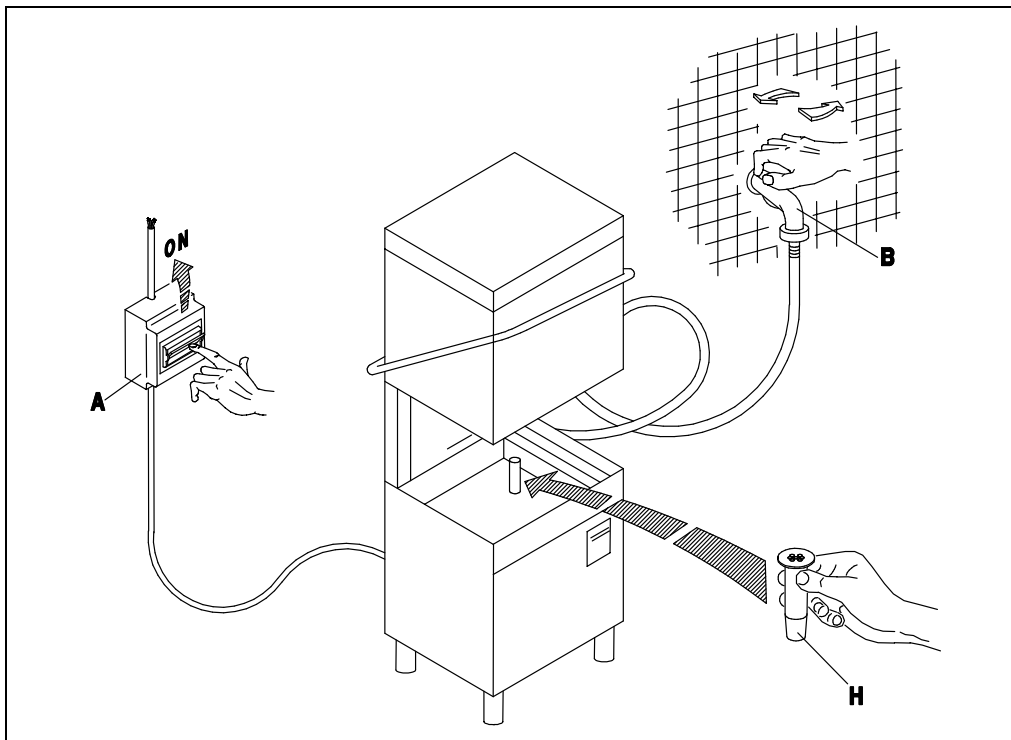

Fig. 3-1
- Aprire il rubinetto dell'acqua (B), inserire l'interruttore generale (A). Attivare l'interruttore principale dell'apparecchio (1), ne conseguirà l'accensione della spia (A) evidenziando che la macchina è sottoposta a tensione. A porta chiusa l'apparecchio si riempie d'acqua e alla fine del carico, si inseriscono automaticamente le resistenze della vasca e del boiler. Il funzionamento delle resistenze è reso visibile dall'accensione delle spie (D) ed (E). Quando entrambe le spie si spengono l'acqua avrà raggiunto le temperature impostate e l'apparecchio sarà pronto per iniziare il lavaggio. (fig. 3-1÷3-2)
- Turn on the water tap (B) and switch on the master switch (A). Turn the appliance ON switch (1), which will cause the warning light (A) to illuminate, indicating that the machine is live. When the door is closed the appliance fills with water. When it is full, the tub and boiler heating elements come on automatically. When the elements are activated, the warning lights (D) and (E) are illuminated. When both warning lights go out the water has reached the set temperature and the appliance is ready to begin the washing cycle. (fig. 3-1÷3-2)
- Öffnen Sie den Wasserhahn (B) und betätigen Sie den Hauptschalter (A). Beim Betätigen des Schalters (1) am Gläserspüler wird die Anzeige (A) aufleuchten, an der Sie erkennen können, daß die Maschine unter Spannung steht. Bei geschlossener Tür läuft Wasser in die Maschine; ist die nötige Wassermenge einmal erreicht, so schalten die Widerstände des Spülbehälter und des Boilers automatisch ein. Der Betrieb der Widerstände wird durch das Aufleuchten der Anzeigen (D) und (E) erkennbar. Beide Leuchtanzeigen erlöschen, wenn das Wasser eine vorbestimmte Temperatur erreicht hat, d. h. wenn der Gläserspüler betriebsbereit ist. (fig. 3-1÷3-2)
- Ouvrir le robinet (B) et insérer l'interrupteur général (A). Ouvrir l'interrupteur principal de l'appareil (1), le voyant (A) s'allumera ce qui signifie que la machine est branchée. L'appareil se remplit d'eau avec porte fermée et à la fin du chargement les éléments chauffants de la cuve et du boiler entrent automatiquement en action. Les voyants (D) et (E) s'allument quand les éléments chauffants fonctionnent. Les deux voyants s'éteignent dès que l'eau a atteint la température programmée et l'appareil est prêt pour commencer le lavage. (fig. 3-1÷3-2)
- Abrir el grifo del agua (B), conectar el interruptor general (A). Activar el interruptor principal del aparato (1); el encendido de la luz testigo (A) indica que la máquina está en tensión. Con puerta cerrada el aparato se llena de agua y cuando la carga esté terminada se conectarán automáticamente las resistencias del tanque y de la caldera. El funcionamiento de las resistencias es señalado por el encendido de las luces indicadores (D) y (E). Cuando ambas luces se apaguen, el agua habrá alcanzado la temperatura programada y el aparato estará listo para empezar el lavado. (fig. 3-1÷3-2)
- Abrir a torneira de água (B), acionar o interruptor geral (A). Acionar o interruptor principal do aparelho (1), a luz (A) se acende evidenciando que a máquina esta sob tensão. Uma vez fechada a porta se enche de água e no final, as resistencias do cuba e do boiler começam a funcionar automáticamente. As luzes (D) e (E) indicam o funcionamento das duas resistencias. Quando ambas se apagarem é porque a temperatura alcançou seu nível desejado e a máquina estará pronta para iniciar a lavagem. (fig. 3-1÷3-2)
- Draai de waterkraan (B) open en schakel de hoofschakelaar (A) in. Schakel de hoofschakelaar van het apparaat (1) in waarna het lampje (A) gaat branden waaruit blijkt dat de machine onder stroom staat. Als de deur dichtgedaan wordt, loopt het apparaat vol met water en na afloop van het vollopen worden de verwarmingselementen van de kuip en van de boiler automatisch ingeschakeld. De werking van de verwarmingselementen blijkt uit het feit dat de lampjes (D) en (E) gaan branden. Als allebei de lampjes uitgaan dan heeft het water de ingestelde temperatuur bereikt en is het apparaat klaar om met het afwasprogramma te beginnen. (Afb. 3-1 - 3-2)
- A riempimento avvenuto, aprire la porta (I) e introdurre il detersivo (ca. 2 gr. per litro di capacità della vasca). Inserire il cesto (L) carico e chiudere la porta (I). Selezionare il ciclo di lavaggio inserendo il pulsante (4) (ciclo breve (II) tasto premuto ÷ ciclo lungo (I) tasto rilasciato). A questo punto premere il pulsante START (3) (almeno per 2 secondi) e avrà inizio il ciclo di lavoro visualizzato dalla lampada spia (C): la fine del ciclo coincide con lo spegnimento di questa spia. Per spegnere la macchina si dovrà disinserire l'interruttore (1) portandolo nella posizione (0) spia (A) spenta. (Fig.3-1÷3-3).
- Lorsque le remplissage est terminé, ouvrir la porte (I) et verser le détersif (environ 2 g pour chaque litre remplissant la cuve). Introduire le panier (L) plein et fermer la porte (I). Sélectionner ensuite le cycle de lavage en actionnant le bouton-poussoir (4) (cycle court (II) touche enfoncée ÷ cycle long (I) touche relâchée). A ce stade, presser le bouton-poussoir START (3) (au moins 2 secondes) et le cycle de fonctionnement commencera, visualisé par la lampe-témoin (C). La fin du cycle coïncide avec l'extinction de ce voyant. Pour arrêter la machine, il faudra débrancher l'interrupteur (1) en le ramenant sur la position (0): lampe-témoin (A). (Fig.3-1÷3-3).
- Después del llenado, abra la puerta (I) y vierta el detergente (2 gramos aproximadamente por litro de capacidad de la cuba). Introduzca el cesto (L) carga y cierre la puerta (I). Seleccione el ciclo de lavado por medio del selector (4) (ciclo breve (II) tecla pulsada ÷ ciclo largo (I) tecla soltada). Pulse ahora START (3) (almenos durante 2 segundos) para arrancar el ciclo de trabajo: se enciende la luz testigo (C), que se apagará al final del ciclo. Para anagar la máquina desconecte el interruptor (1) posición 0, luz testigo (A) apagada. (Fig.3-1÷3-3).
- Doe na het vollopen de deur open (I) en doe er afwasmiddel in (ongeveer 2 g per liter inhoudscapaciteit van de kuip). Doe de beladen korf (L) erin en doe de deur (I) dicht. Stel het afwasprogramma in door op de knop (4) te drukken (kort programma (II) toets ingedrukt – lang programma (I) toets losgelaten). Druk nu op de START knop (3) waarna (minstens 2 seconden) het afwasprogramma zal beginnen dat aangegeven wordt door het controlelampje (C): het einde van het programma valt samen met het uitgaan van dit lampje. Om de machine uit te schakelen moet u de schakelaar (1) uitschakelen door hem op de stand (0) te zetten, lampje (A) uit (Afb. 3-1 ÷ 3-3).